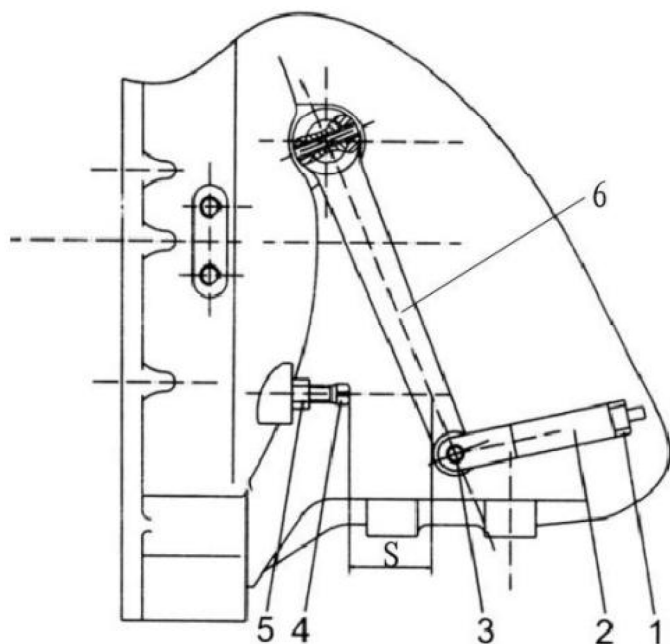

Figura 3-3 Ajuste del recorrido de trabajo del embrague
1. Ajuste del recorrido delantero (figura 3-3)
2. Ajuste del recorrido de trabajo del embrague (figura 3-3)